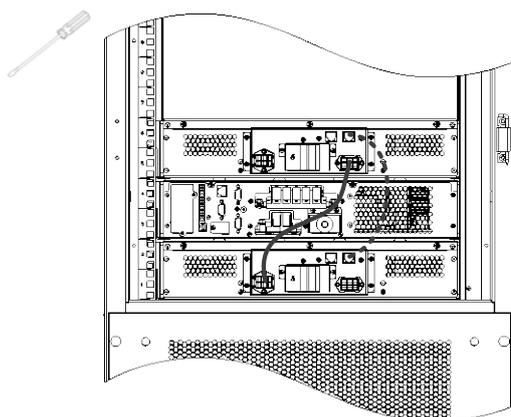

図 2-22 バッテリーのケーブルを接続する
- 7) バッテリーモジュールの電源ケーブルと通信ケーブルでバッテリーを接続する(図 2-22 参照)。接続後、マイナスドライバーで電源ケーブルのネジをしっかりと締める。